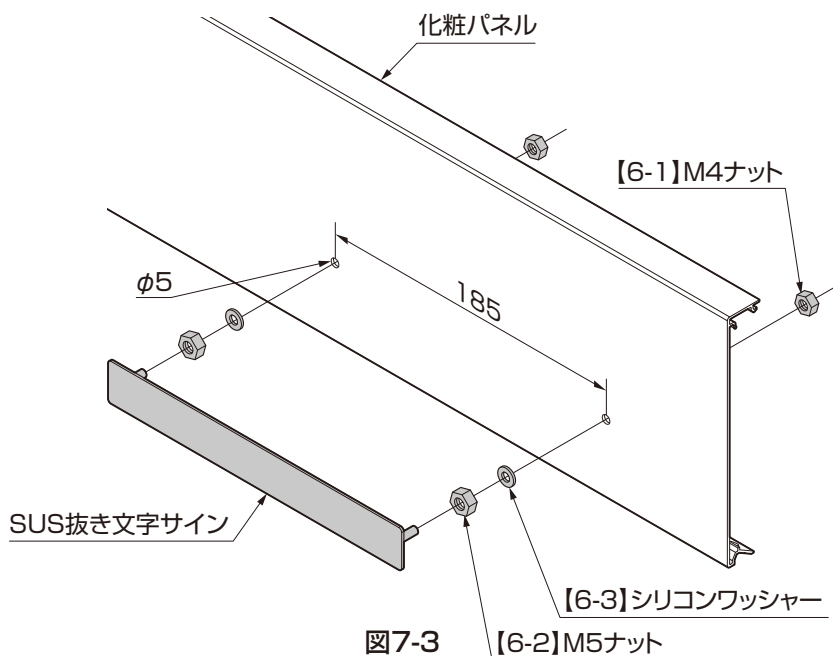

図7-3
①化粧パネルにφ5の穴を2カ所あけてください。(図7-3参照)